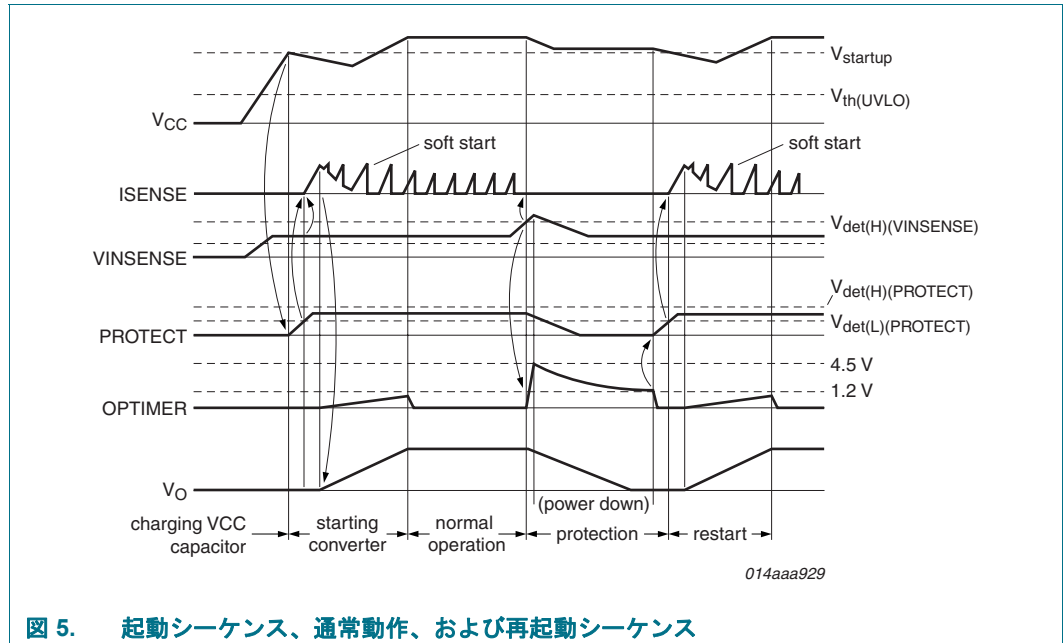

図 5. 起動シーケンス、通常動作、および再起動シーケンス
保護によって再起動が発生すると、OPTIMER ピンは $4.5 V$ (標準値) まで急速に充電します。TEA1733(L) は、OPTIMER ピンが放電して $1.2 V$ (標準値) に下がるまでパワーダウンモードに入ります。パワーダウンモードでは、IC の消費電力が非常に低くなり (標準値は、 $10 \mu A$)、VCC ピンは内部クランプ回路によって $22 V$ (標準値) にクランプします。ピン OPTIMER の電圧が $1.2 V$ (標準値) 未満に下がり、VCC ピンの電圧が VCC 起動電圧 (図 5 を参照) を超えると、IC が再起動します。